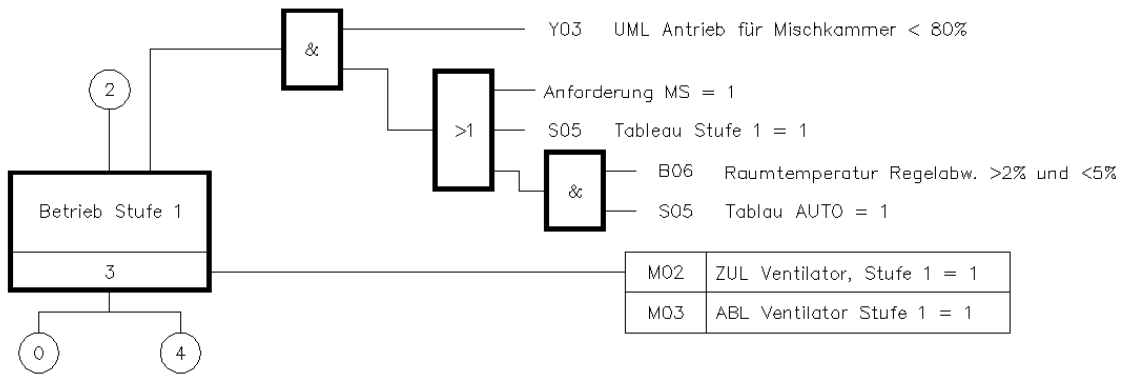

Bild 1.23 – Zustand *Betrieb Stufe 1*
- Beachten Sie bei den Übergangsbedingungen die Unterscheidung der Typen: *Y03* ist ein *Aktor*, *S05* und *B06* sind *Sensoren*, die *Anforderung* ist ein freier Typ (*Keine*) (Abb. 1.23).